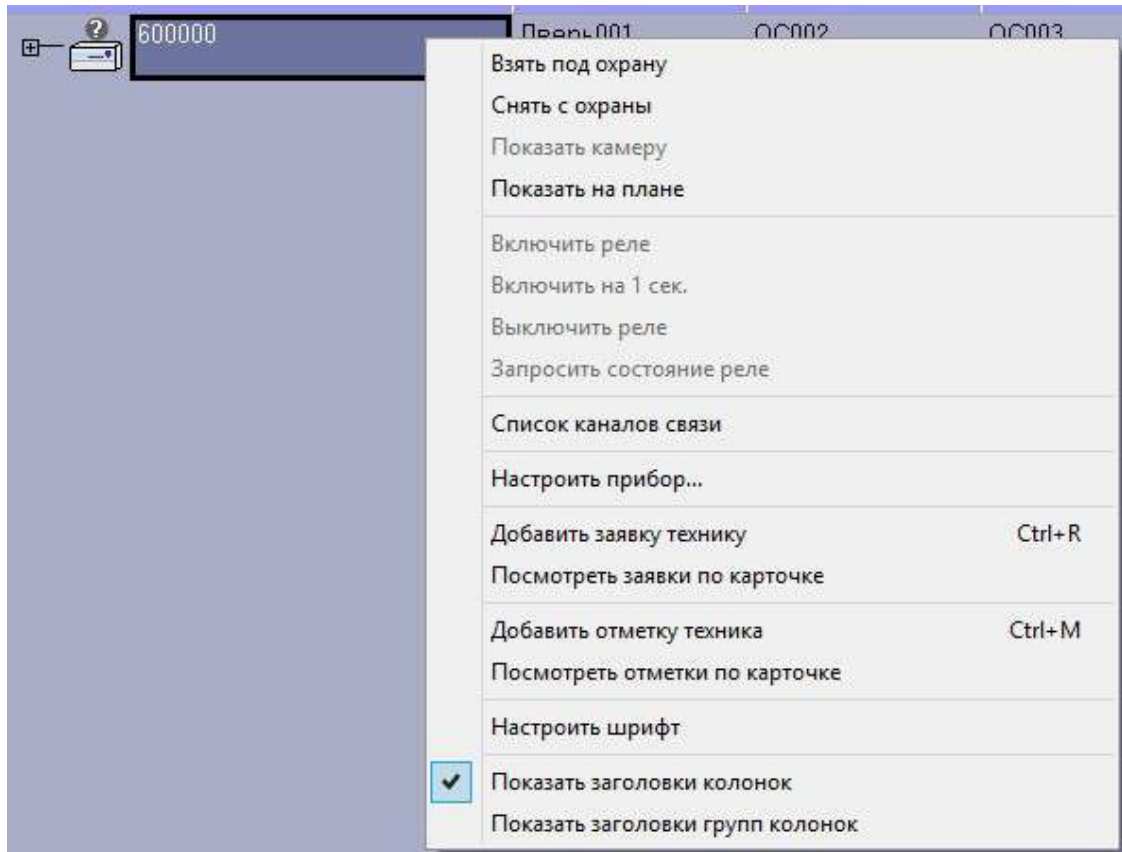

Рисунок 2.24 - Контекстное меню прибора
– В АРМ ДПЦО выделить левой кнопкой мышки нулевую карточку прибора, затем из контекстного меню (по щелчку правой кнопкой мышки) выбрать пункт «Настроить прибор...» (см. рисунок 2.24).